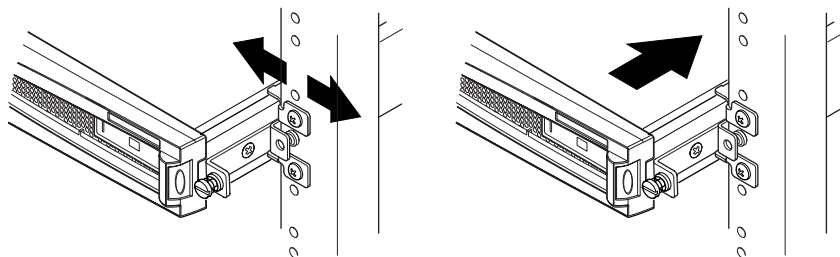

FIGURA 2-8 Ajuste de los rieles de montaje y fijación del servidor en el bastidor
8. **Alinee los tornillos de la orejeta situados en los lados del servidor con los rieles de montaje del bastidor (consulte la FIGURA 2-8).**